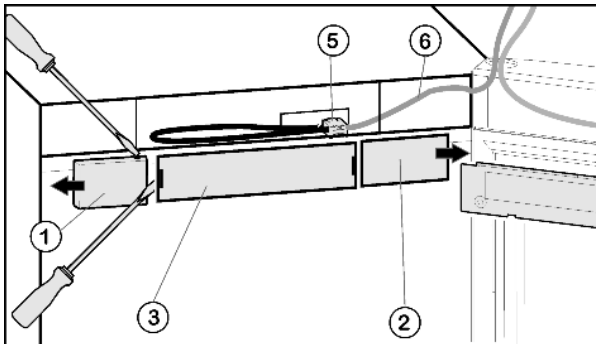

Fig. 4
- ▶ Ôter le cache côté poignée Fig. 4 (1) : décliper avec un tournevis à droite et pousser vers l'extérieur.
- ▶ Ôter le cache côté charnière Fig. 4 (2) : décliper avec un tournevis à gauche et pousser vers l'extérieur.
- ▶ Enlever le panneau Fig. 4 (3) de face avec un tournevis.
- ▶ Enlever le contact et détacher le raccord enfichable Fig. 4 (5).
- ▶ Desserrer le câble Fig. 4 (6) gris hors du guidage.
- Installer à nouveau les fiches Fig. 4 (5) de raccordement.
- Remettre en place le cache Fig. 4 (3).
- Placer à partir de l'extérieur le cache Fig. 4 (2) tourné de 180° du côté charnière et le bloquer.